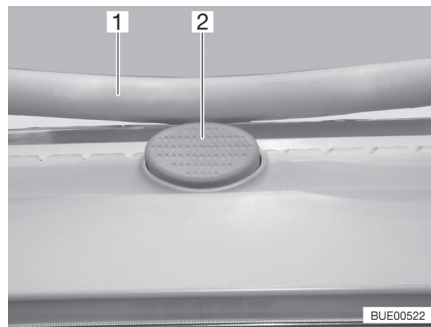

Fig. 17 Botón de seguridad (claraboya Heki)
- Pulsar el botón de seguridad (Fig. 17,2) y tirar el estribo (Fig. 17,1) hacia abajo con ambas manos.
- Presionar el estribo hacia arriba con ambas manos hasta que el estribo se encuentre encima del botón de seguridad (Fig. 17,2).